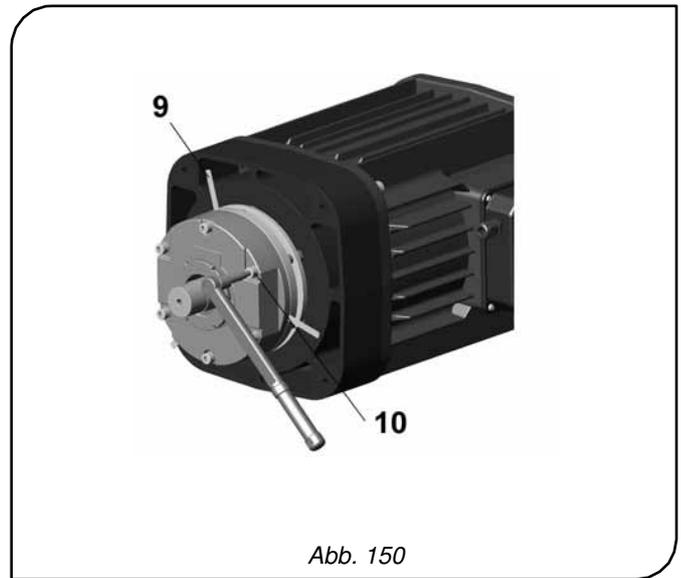

Abb. 150
6. Drehen Sie den Ring **-8-** um  $360^\circ$  (1 vollständige Umdrehung) gegen den Uhrzeigersinn und beachten Sie dabei, dass eine vollständige Umdrehung des Rings eine axiale Verschiebung des Bremsklotzes **-9-** um 1 mm bedingt (Abb. 150).